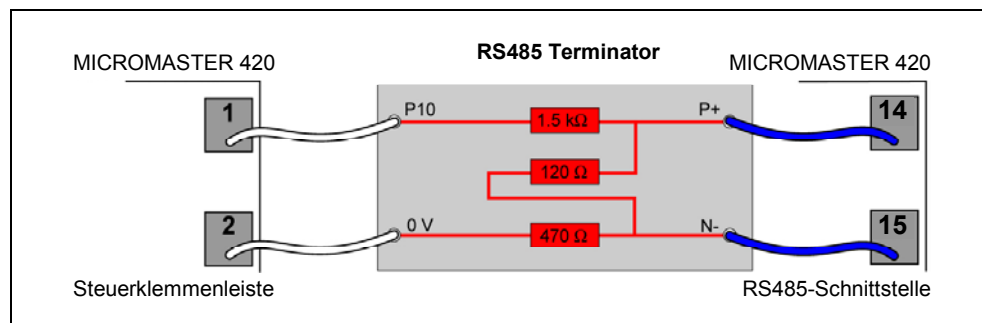
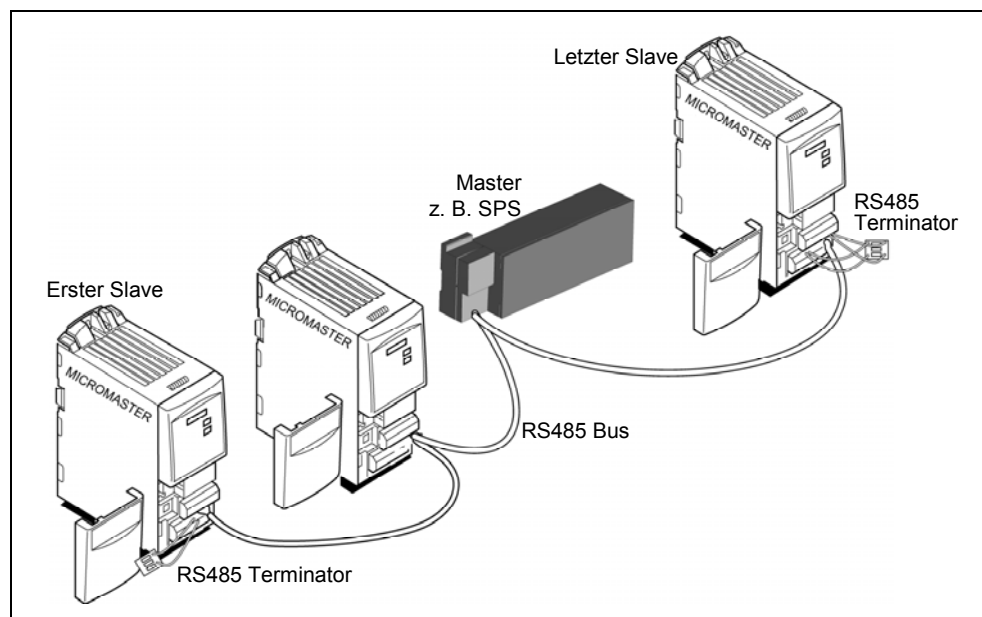

Bild 3-30 RS485 Terminator
Bild 3-31 USS-Bus-Aufbau
2. an beiden Bus-Enden einen Abschlusswiderstand zwischen P+ und N- (siehe Bild 3-30)
Ist der Umrichter der letzte Slave auf dem Bus (siehe Bild 3-31), so ist dort P+ und N- des beiliegenden RS485 Terminators mit den RS485-Klemmen (siehe Bild 3-30) zu verbinden. P10 und 0 V können zur Stromversorgung mit Klemme 1 und 2 verbunden werden.
Ist der Umrichter der erste Slave (siehe Bild 3-31), so braucht man dort nur den Bus mit P+ und N- zu terminieren.